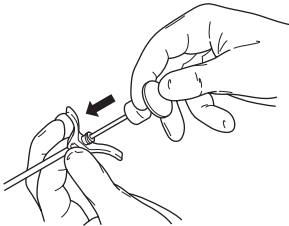

Figura 3: Inyecte cemento óseo usando el obturador de cementación
- Utilizando guía fluoroscópica, inyecte el cemento óseo mediante el obturador de cementación (figura 3).